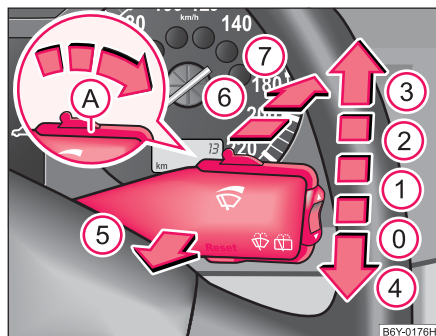

Fig. 39 Manette des essuie-glaces
La manette des essuie-glaces ⇒ fig. 39 peut être mise sur les positions suivantes:
Le lavage des verres des phares n'a lieu que 3 secondes après avoir actionné la manette sur la position ⑤ ⇒ page 61, fig. 39 pendant 1 seconde environ.